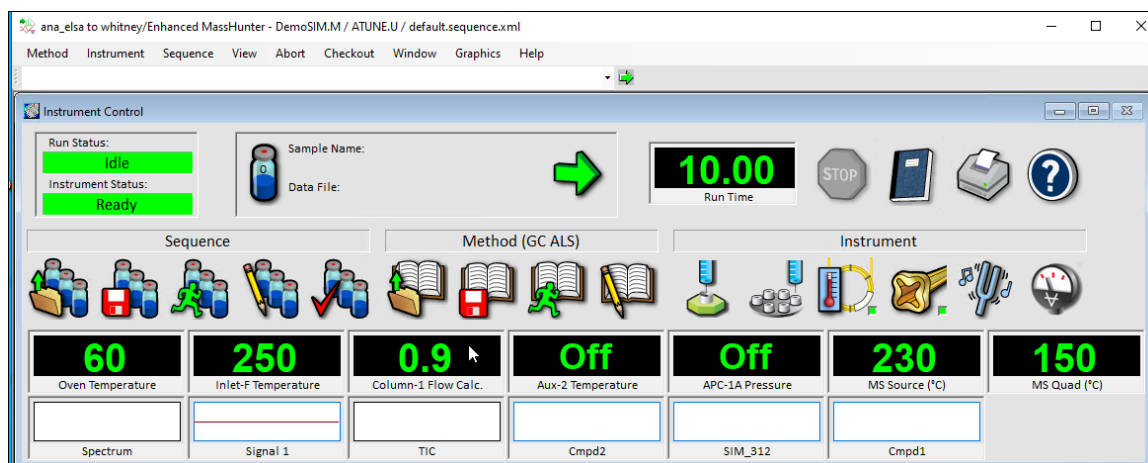

Figure 26. Positionnement des moniteurs
- 4 Vous pouvez sélectionner **Window > Arrange Monitors** (Fenêtre > Positionner moniteurs) pour positionner les moniteurs automatiquement et à tout moment, ou cliquer sur chacun des moniteurs et le faire glisser jusqu'à la position souhaitée. (Voir Figure 26.)